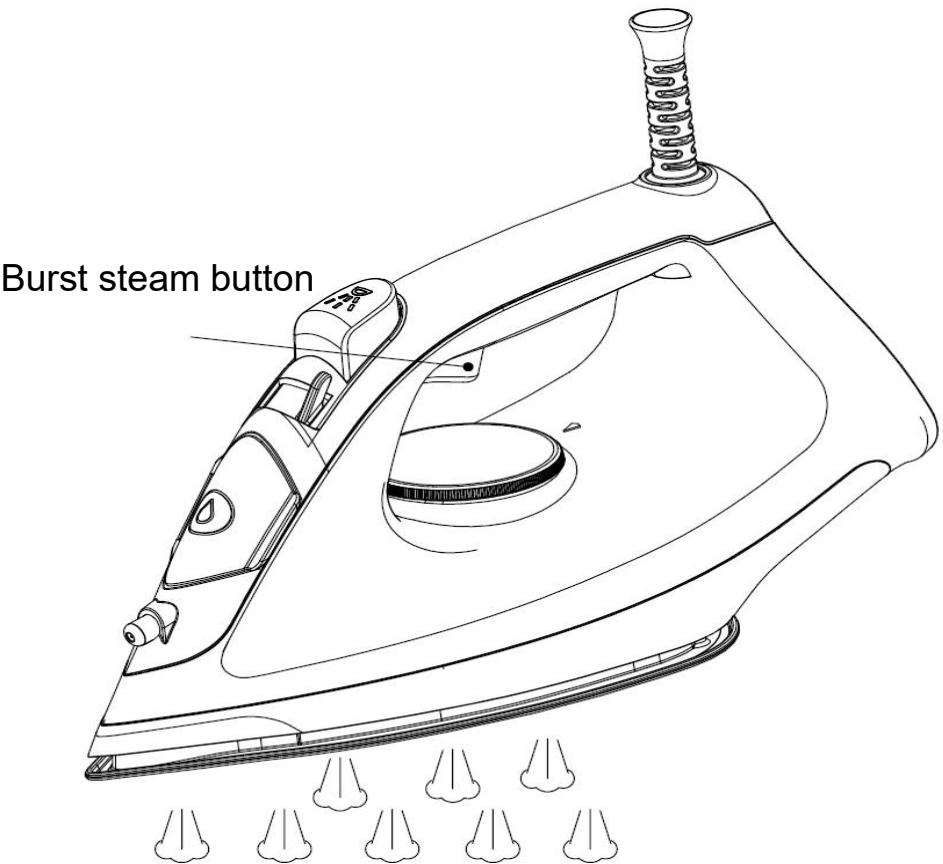

Fig.7
39. Quando è necessario rimuovere le pieghe più ostinate, attivare la funzione di getto di vapore premendo una volta il pulsante Burst steam (vedere Fig. 7). È meglio attivare la funzione di getto di vapore alla massima temperatura, che può ottenere un buon effetto di stiratura.